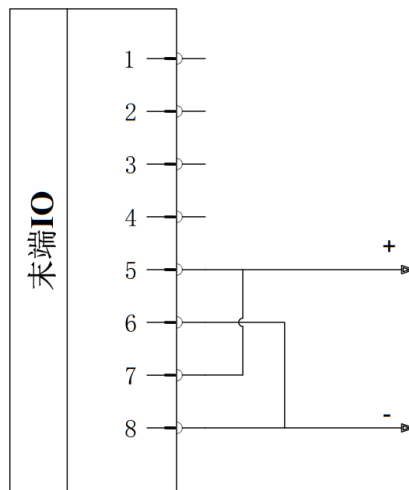

图 2-46: 双针模式 2 接线
- 接线方法：如图 2-46 所示，将电源线（5 棕色）与 TI1/TO1/PWR1 线（7 绿色）连接，接地线（8 蓝色）与 TI0/TO0/GND1 线（6 白色）连接。